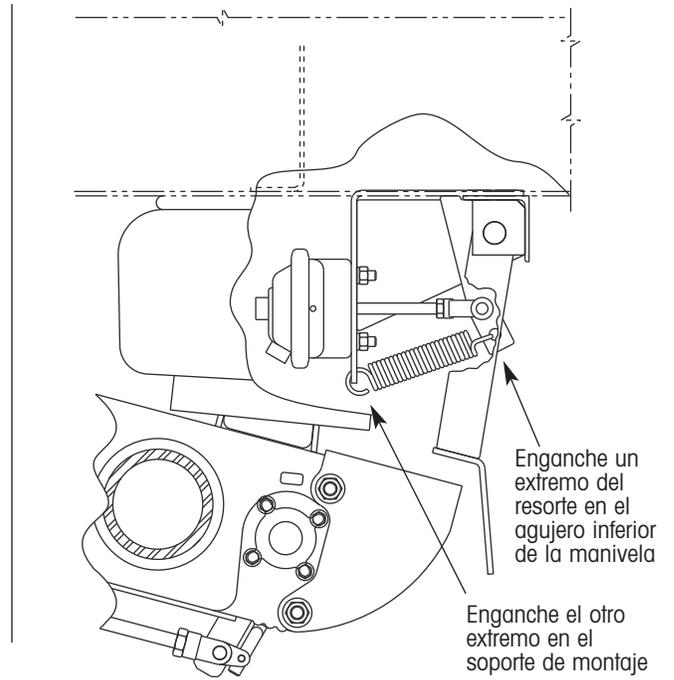

Figura 74. Detalles de instalación del resorte
15. Enganche un extremo del resorte al soporte de montaje y el otro extremo del resorte al agujero inferior de la manivela (figura 74).